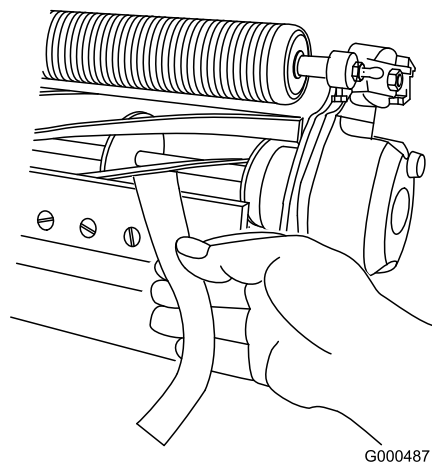

図 11
11. 切れ味確認用のペーパートロのパーツ番号125-5610を一枚、リールと下刃との間に、下刃に対して直角になるように差し入れて、カッティングユニットの切れ味をテストする図11。ゆっくりとリールを回転させるこれで紙が切れれば合格である。